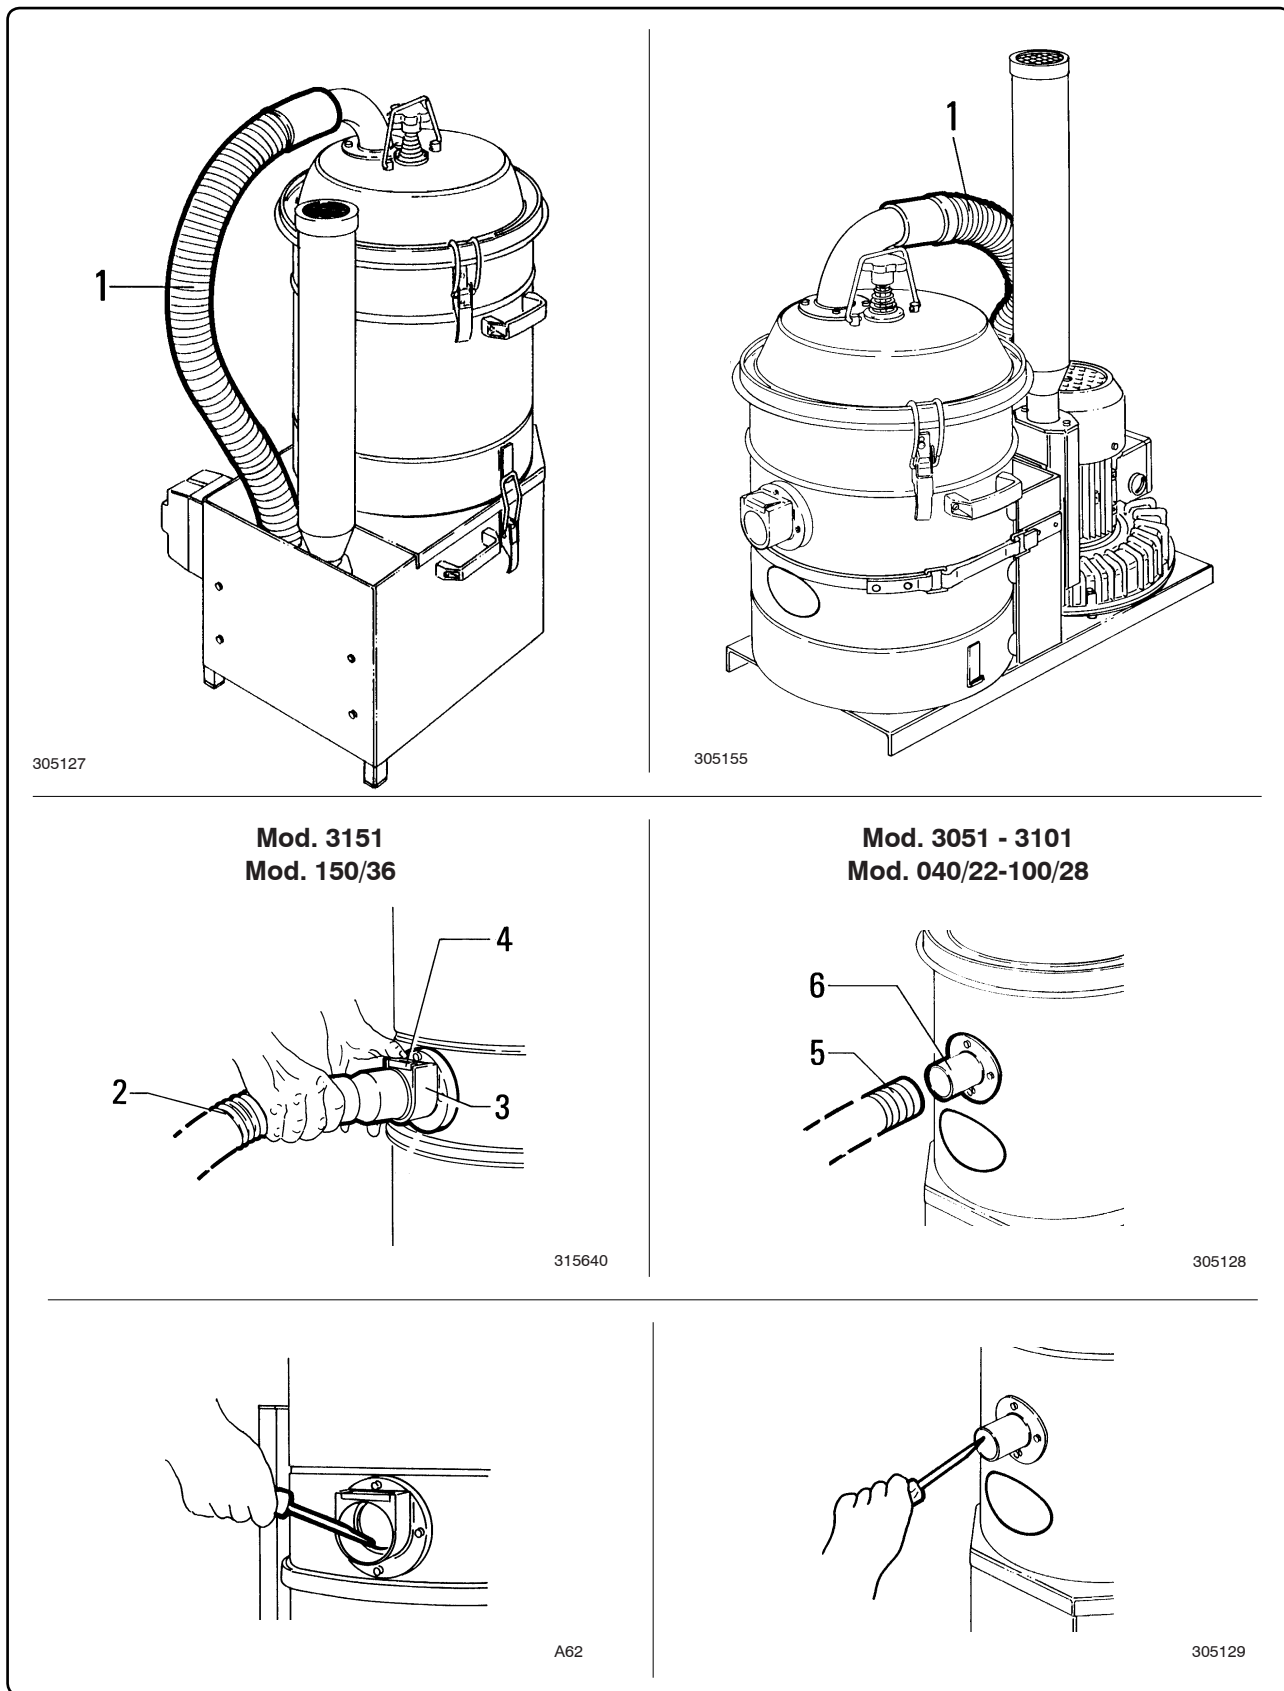

Fig. 7.5.4
7.5.4 - Controllo integrità delle tubazioni (fig. 7.5.4)
7.5.4 - Checking the condition of the hoses (fig. 7.5.4)
7.5.4 - Contrôle des tuyauteries (fig. 7.5.4)
7.5.4 - Prüfung der Leitungen auf Unversehrtheit (Abb. 7.5.4)
Per smontare il tubo "2" è sufficiente premere il piastrino "4" presente sul bocchettone "3" come indicato in fig. 7.5.4 (solo nei modelli 3151 e 150/36).
Per la pulizia raschiare dall'esterno della camera filtrante, l'interno del bocchettone e rimuovere il materiale depositato come indicato in fig. 7.5.4.
To remove hose "2", just press plate "4" on outlet "3" as indicated in fig. 7.5.4 (only on the models 3151 and 150/36).
Scrape the outside of the filtering chamber, the inside of the outlet and remove the deposited waste as indicated in fig. 7.5.4.
Pour démonter le tuyau "2" il suffit d'appuyer sur le verrou "4" de l'embouchure "3" comme indiqué dans la fig. 7.5.4 (dans les mod. 3151 et 150/36 seulement).
Pour le nettoyage racler depuis l'extérieur de la chambre filtrante, l'intérieur de l'embout et enlever la matière qui s'est déposée comme indiqué dans la fig. 7.5.4.
Um den Schlauch "2" auszubauen, braucht man nur auf das Plättchen "4" zu drücken, das auf dem Stutzen "3" vorhanden ist, so wie man es in Abb. 7.5.4 erkennen kann (nur Mod. 3151).
Zum Reinigen von außenhalb der Filterkammer das innere des Stutzens abkratzen, um das abgelagerte Material wie in Abb. 7.5.4 gezeigt zu entfernen.